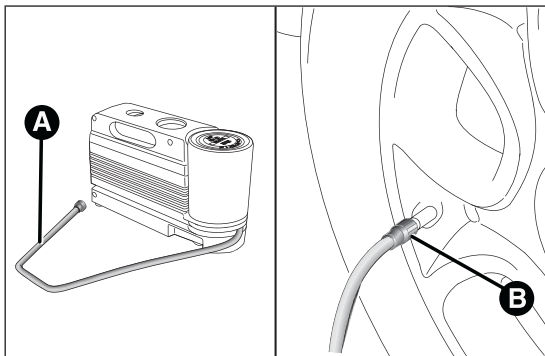

fig. 110
- ❑ **Azionare il freno a mano.** Svitare il cappuccio dalla valvola del pneumatico, estrarre il tubo flessibile di riempimento A fig. 110 ed avvitare la ghiera B sulla valvola del pneumatico;